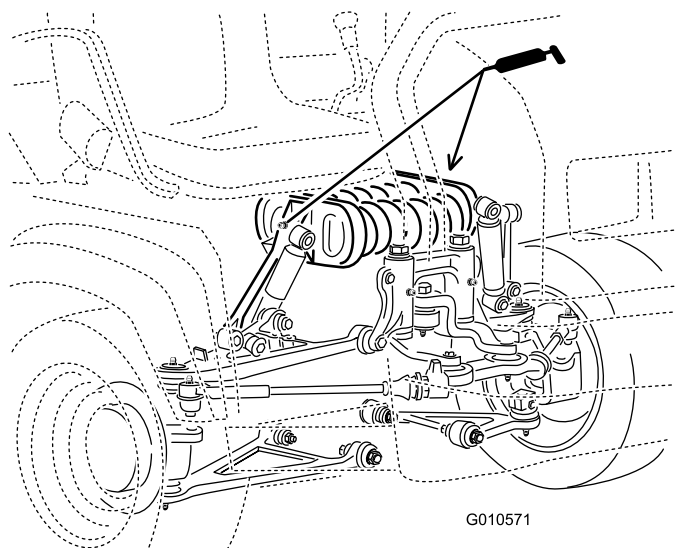

Figura 30
- **Braccio di spinta (2);** fate riferimento alla Figura 30